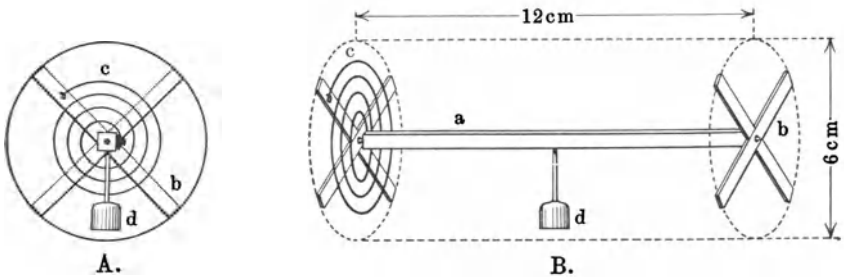

Fig. 12. Der aufwärts rollende Zylinder.
Man macht den Zylinder aus fester, aber geschmeidiger Pappe etwa 12 cm lang und 6 cm im Durchmesser. Bevor er jedoch an den Seiten geschlossen wird, erhält er im Innern eine Einrichtung, wie sie Fig. 12 in Seitenansicht (A) und Längsansicht (B) zeigt.